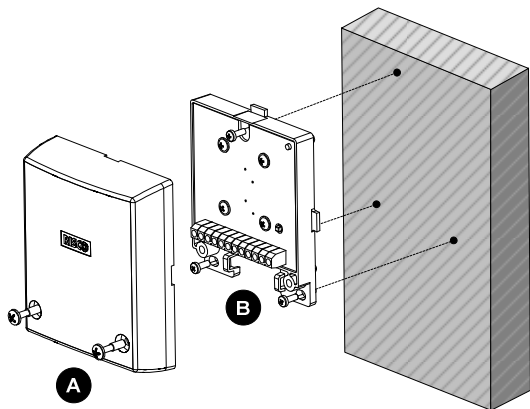

Figura 1: Installazione del microfono selettivo direttamente su di una superficie metallica
2. Rimuovere le viti di fissaggio del coperchio per separare quest'ultimo dalla base, vedere la Figura 1(A) / 2(B).
Installazione diretta su di una superficie metallica (Figura. 1)
- c. Fissare il microfono selettivo utilizzando le viti fornite, vedere la Figura 1(B).
8. Riposizionare il coperchio e stringere le viti di fissaggio, vedere la Figura 1(A) / 2(B).